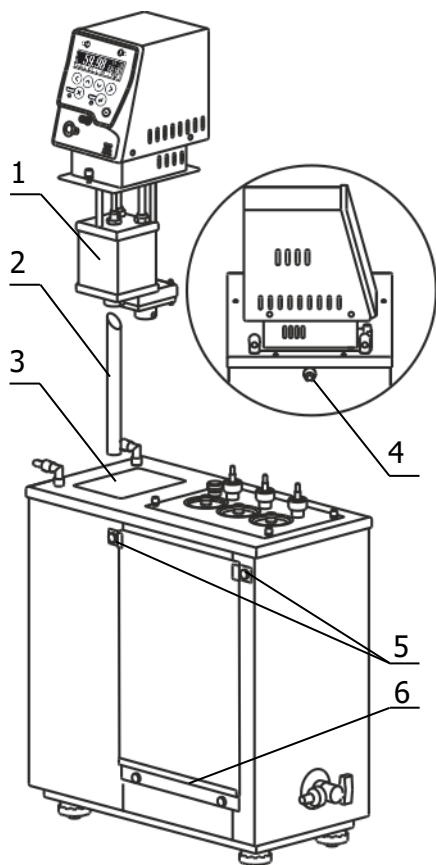

Рисунок 3 — Установка блока регулирования
2.2.3 Вставить выходную трубку 2 (рисунок 3) косым срезом до упора в резервуар 1 блока регулирования и зафиксировать ее винтом.
2.2.5 К переливному штуцеру 4 (рисунок 3) присоединить гибкий шланг, второй конец которого опустить в емкость для сбора излишков теплоносителя объемом 1.5–2 литра.
2.2.6 Защитное стекло 8 (рисунок 1), из комплекта поставки термостатов модели ВИС-Т-09, установить в паз нижней прижимной планки 6 (рисунок 3). Ослабить винтовые фиксаторы 5 верхних прижимных планок, отрегулировать положение стекла и затянуть винтовые фиксаторы.
2.2.7 Заполнить ванну термостата теплоносителем через одно из отверстий рабочих мест до момента начала слива теплоносителя из штуцера 4 (рисунок 3). Температурный диапазон применения теплоносителя должен соответствовать значениям, указанным в 1.2.6.
2.2.8 При первом запуске термостата необходимо включить блок регулирования в режиме прокачки в соответствии с документом ТКЛШ 3.222.009-03 РЭ «Блоки регулирования температуры погружные циркуляционные М03, М03М серии МАСТЕР». При работе циркуляционного насоса теплоноситель переливается из рабочей ванны в дополнительную и его уровень в дополнительной ванне понижается. Доливать теплоноситель следует до тех пор, пока он не начнет переливаться через штуцер 4 (рисунок 3).
Причина отсутствия перелива — неправильная работа насоса, вызванная воздушной пробкой, образовавшейся в резервуаре 1 (рисунок 3). Для ее устранения необходимо: